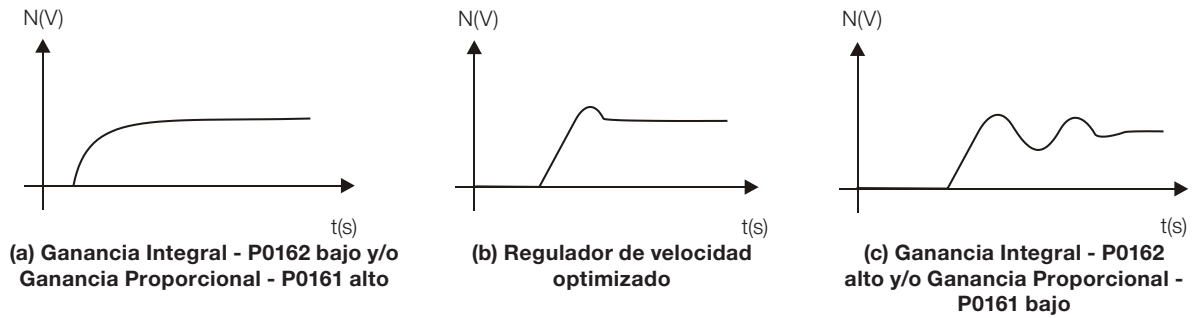

Figura 12.5: (a) a (c) - Tipo de respuestas del regulador de velocidad
6. Verifique de entre las opciones de la Figura 12.5 en la página 12-15 cual es la forma de onda que mejor representa la señal leída.
7. Ajuste P0161 y P0162 en función del tipo de respuesta presentada en la Figura 12.5 en la página 12-15.